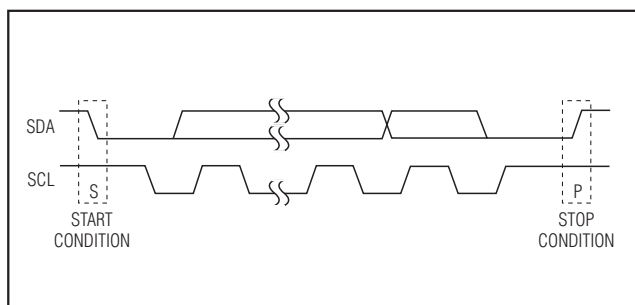

图2. START和STOP条件
每次传输过程包括：主机发送一个开始(START)条件，接下来发送MAX7322的7位从地址和R/ $\overline{W}$ 位，或多个数据字节，最后发送停止(STOP)条件终止传输(图2)。
串行接口空闲时，SCL和SDA均保持高电平。主机通过发出START (S)条件指示传输开始，START条件是在SCL为高时、SDA由高至低的跳变产生的。主机完成与从机的通信时，主机发出STOP (P)条件，STOP条件是在SCL为高时、SDA由低至高的跳变产生的。之后，释放总线，以进行下一次传输(图2)。